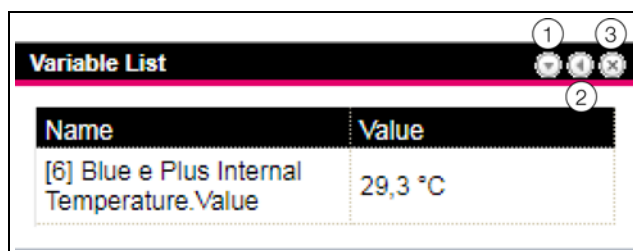

Рис. 43: Символы в отображении
- Нажмите в заголовке отображения типа "Variable List" на символ для адаптации списка переменных (рис. 43, поз. 2).